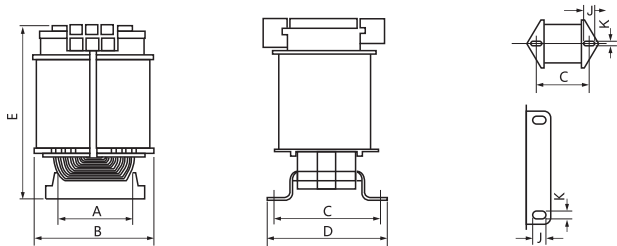

图2 BKC系列产品外形
3.2 BKC 系列控制变压器的外形及安装尺寸(见表2、图2)